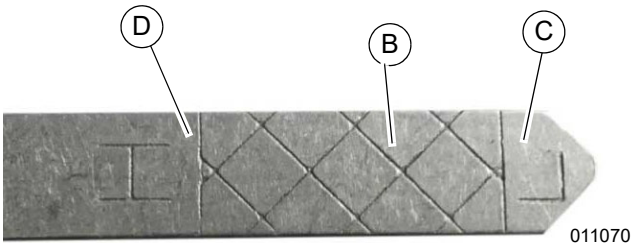

Figura 2-21. Línea de llenado de aceite
6. Consulte la Figura 2-21. Siga agregando algunas onzas a la vez, mientras revisa la varilla de nivel de aceite/tapa de la abertura de llenado hasta que el nivel del aceite esté en el área entramada (B) entre la parte inferior de la varilla de nivel de aceite/tapa de la abertura de llenado (C) y la marca H (Alto) (D). **No llene en exceso.**